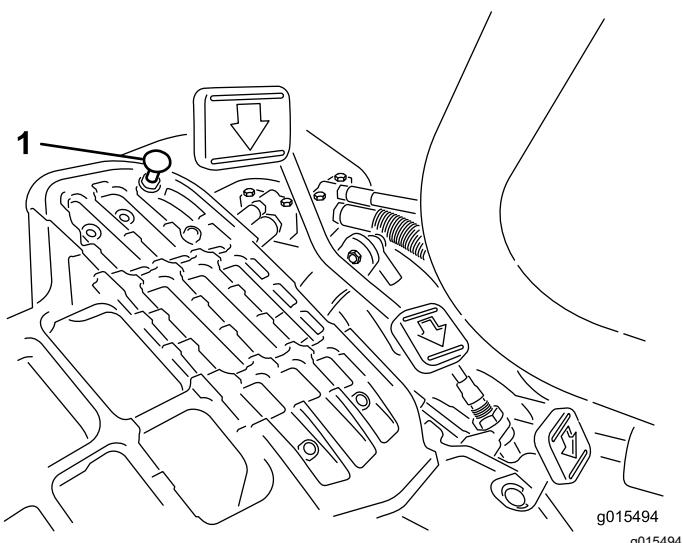

Figura 40
Para obtener la velocidad de transporte máxima, ponga la palanca de control funcional en la posición de TRANSPORTE y presione el pedal de tracción. Si el pedal hace contacto con el tope (Figura 40) antes de que sienta tensión en el cable, complete el siguiente procedimiento de ajuste:
1. Ponga la palanca de control funcional en la posición de TRANSPORTE y afloje la contratuerca que sujetla el tope del pedal a la chapa de suelo (Figura 40).